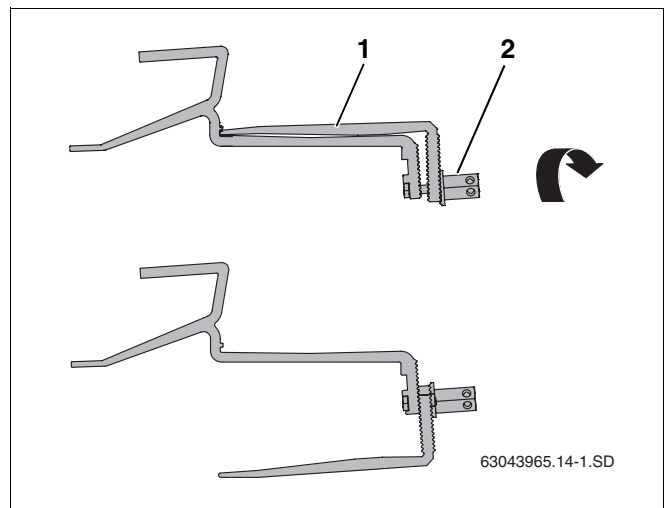

fig. 12 Rodar a parte inferior do gancho para telhados
- ▶ Soltar a porca sextavada comprida (fig. 12, **item 2**) no gancho para telhado e colocar a parte inferior do gancho para telhado (fig. 12, **item 1**) na posição correcta.